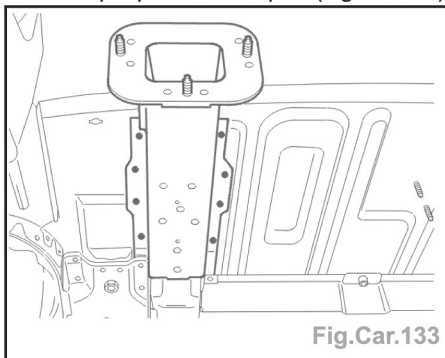

Fig.Car.133
- Soudar par points électriques (Fig.Car.133).